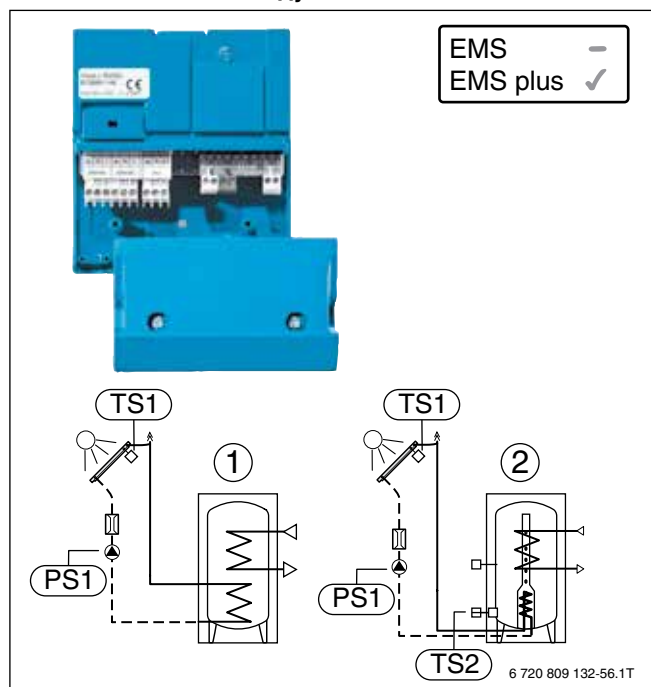

Рис. 53. Солнечный модуль SM50
- Регулирование бивалентных баков-водонагревателей горячей воды в солнечных установках по принципу термосифона (см. рис. 53, [2]) а также в стандартных солнечных установках без термосифона (см. рис. 53, [1])